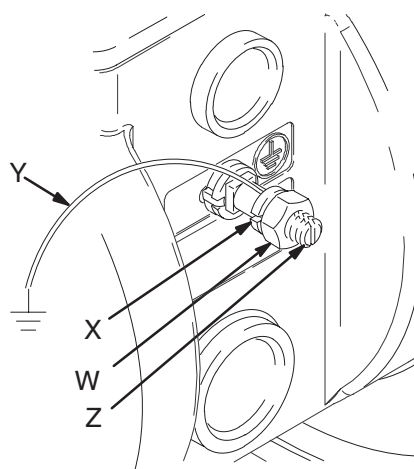

Fig. 1
- *Pompe*: Relier un câble de terre et le serrer suivant la Fig. 1. Desserrer l'écrou (W) et la rondelle (X) de la cosse de mise à la terre. Introduire l'extrémité d'un câble de mise à la terre (Y) d'au moins 1,5 mm² dans la fente de la cosse (Z) et resserrer fermement l'écrou. Raccorder l'extrémité de la pince du câble de mise à la terre à une véritable mise à la terre. *Pour commander un fil de terre et une pince, indiquer la réf. no. 222011 sur le bon de commande.*